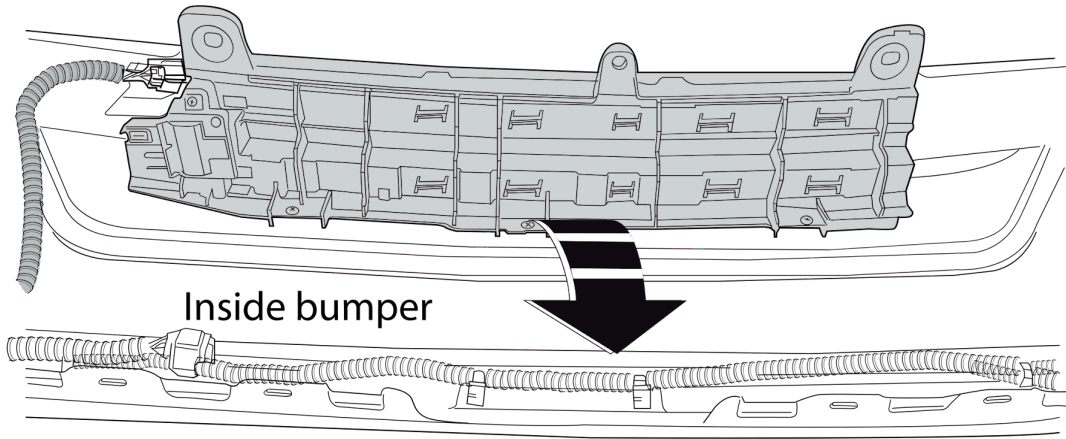

Fig. 3
8. Внимание, если имеются: Демонтируйте парковочный датчик. См. рисунок 3